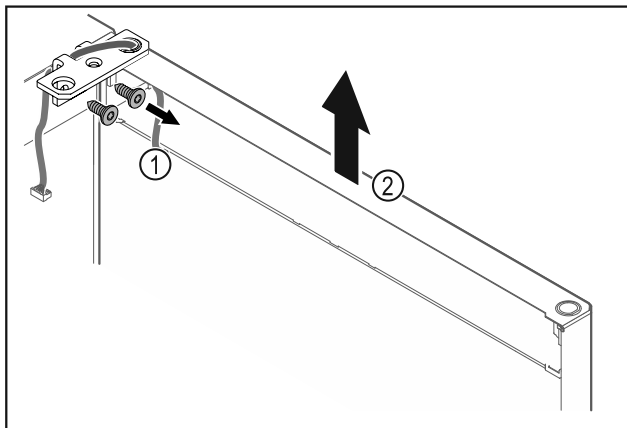

Fig. 24
- ▶ Ξεβιδώστε τη γωνία μεντεσέ Fig. 24 (1).
- ▶ Σηκώστε την πόρτα μαζί με τη γωνία μεντεσέ Fig. 24 (2) περίπου 200 mm ευθεία προς τα επάνω και αφαιρέστε τη.